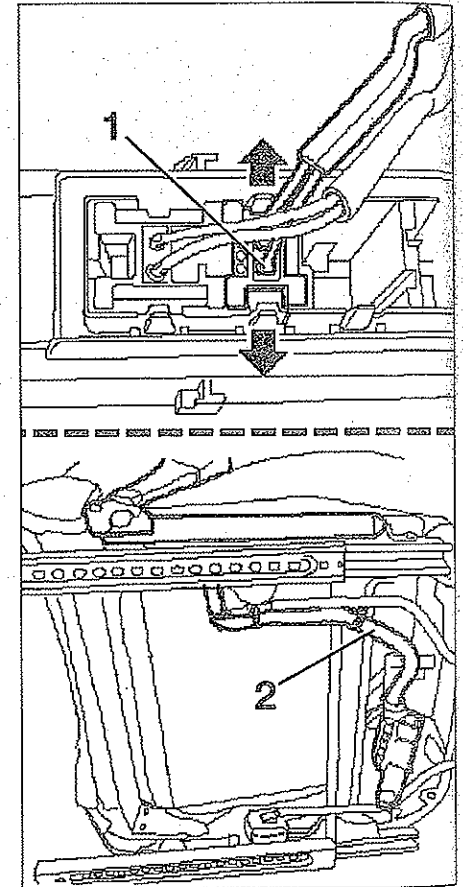
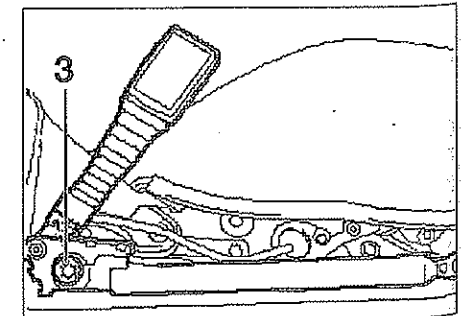

FIG. 15
FIG. 16
- Separar el conector (1) del pretensor del soporte (fig. 15).
- Separar el cableado (2) del pretensor de la armadura del asiento.
- Desmontar el tornillo de fijación (3) del pretensor de la hebilla de cinturón (fig. 16).